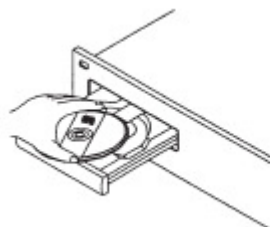
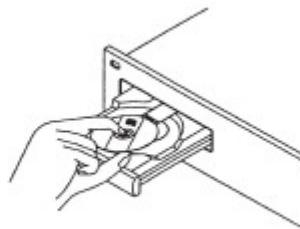

Figure 2 - 5 in. / 12cm disc
Figure 3 - 3 in. / 8cm disc
UCD-100 może odtwarzać płyty kompaktowe (CD) 8 centymetrowe i 12 centymetrowe. Płyty owalne i innych kształtów nie są kompatybilne. Wkładając płytę do napędu należy trzymać ją za krawędź. Nie wolno dotykać powierzchni z zapisem (błyszcząca strona). Płytę 12 centymetrową kładziemy na zewnętrznej prowadnicy (rysunek 2), a płytę 8 centymetrową na wewnętrznej (rysunek 3).